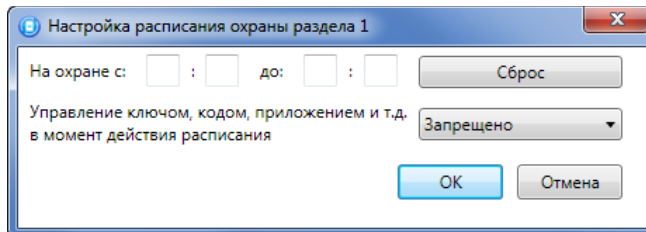

Рис. 10.1. Настройка расписания охраны раздела
- *Расписание*: позволяет установить интервал времени, в течение которого раздел должен находиться на охране (можно задать не только интервал времени, но и указать только начало периода или только его конец). Персоналу объекта можно как предоставить возможность управлять режимом охраны раздела вручную в период действия расписания, так и запретить любые изменения режима охраны раздела (Рис. 10.1).